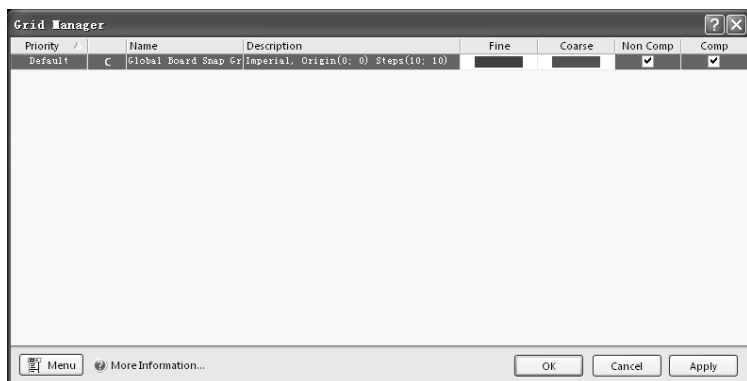
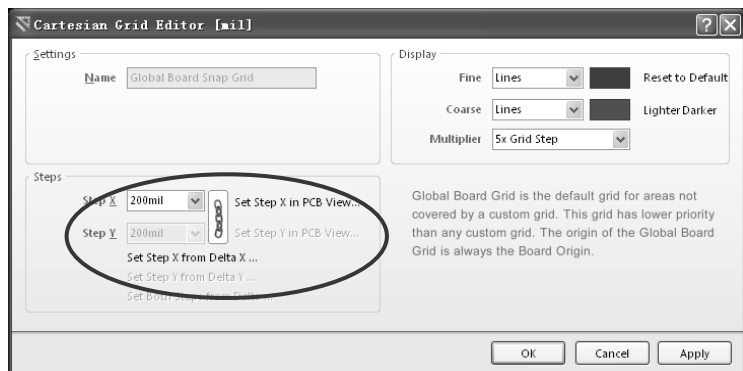

图 3.1.7 “Grid Manager (栅格管理器)”对话框
图 3.1.8 “Cartesian Grid Editor (栅格编辑器)”对话框
(2) 设置栅格步进值：单击左下角“Grids(栅格)”按钮，弹出“Grid Manager(栅格管理器)”对话框，如图 3.1.7 所示，双击“Default(默认)”项，弹出“Cartesian Grid Editor(栅格编辑器)”对话框，如图 3.1.8 所示，在“Steps(步进值)”选项区域，若 X 值与 Y 值处于同步变化的状态(即有  图标出现时)，将“Step X(步进 X)”的值改为 200mil，同时“Step Y(步进 Y)”的值同步变为 200mil。其余默认。然后依次单击“OK(确定)”按钮退出。